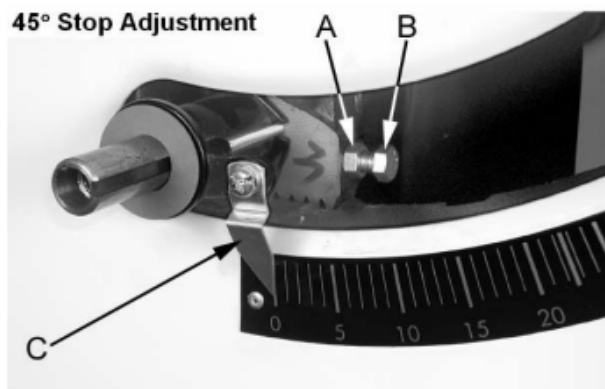

Рис. 19
пильного диска. Ослабьте контргайку (А см. рис. 19) и поверните стопорный винт регулировки (В, рис. 19) на передней цапфе во, внутрь или наружу. Регулировочный винт следует прекратить вращать на переднем кронштейне цапфы, когда пильный диск находится под углом 45° к столу.
9. Проверьте правильность указателя (С, рис. 19) на угол масштаба и скорректируйте, если это необходимо.